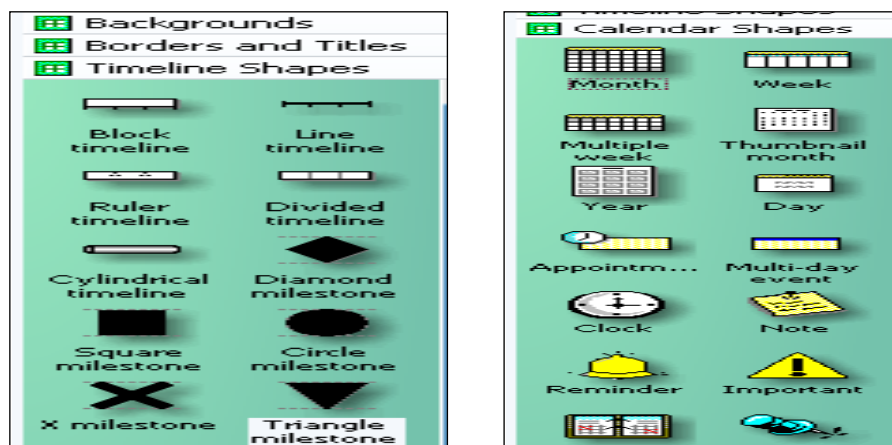

Рис. 86. Добавление групп **Timeline Shapes** и **Calendar Shapes**
3) Продолжаем форматирование: добавить стрелку-финиш (*Show Finish Arrowhead*), изменить размер, цвет текста (**Format - Text**) и заливку фигуры (**Format- Fill**). Добавить шейпы-маркеры из групп **Timeline Shapes** и **Calendar Shapes** (рис. 86).